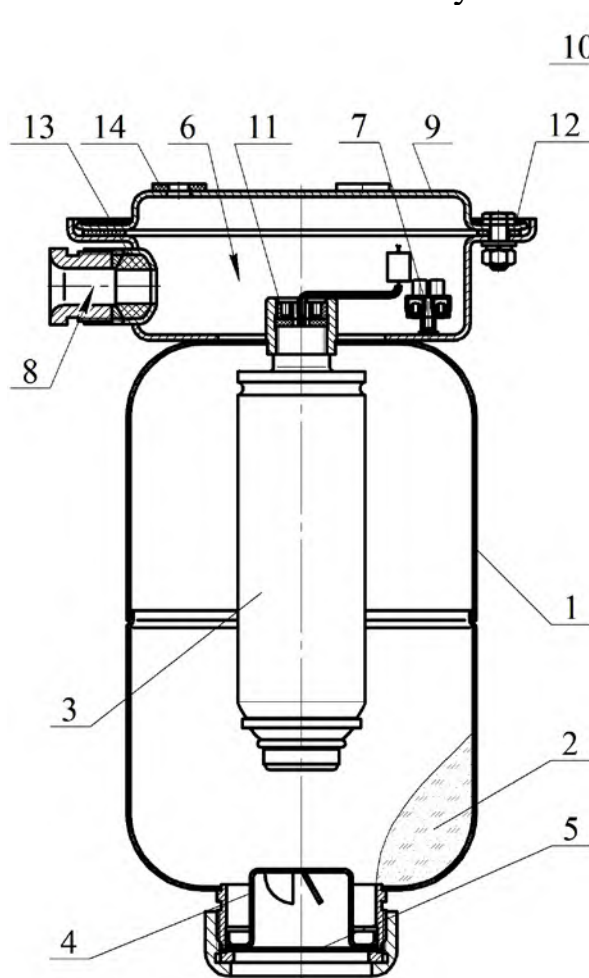
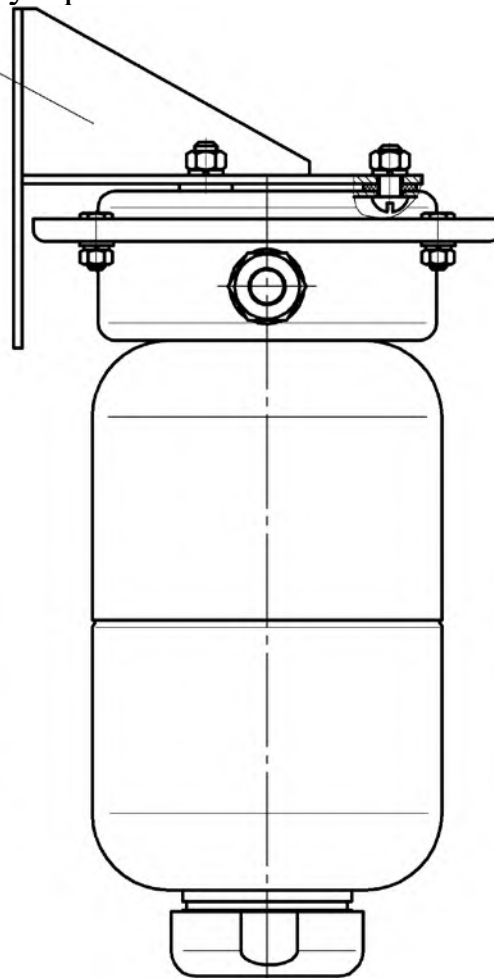

Рисунок 1
Рисунок 2
В верхней части МПП снабжён кронштейном **9** для крепления к потолочному перекрытию (рисунок 1) или закрепленным на кронштейне **9** переходником **10** для крепления к стене (рисунок 2).
2.1.3 Закрепить кронштейн **9** (см. рисунок 1) на потолке или переходник **10** (см. рисунок 2) с кронштейном **9** на стене. Крепление кронштейна **9** к потолку производить через резиновые прокладки **14**. Координаты отверстий в кронштейне, предназначенном для крепления МПП на потолке, приведены на рисунке 4а), в переходнике для крепления на стене – на рисунке 4б).
2.1.4 Через резиновую прокладку **12** (см. рисунок 1) состыковать МПП с кронштейном **9** и закрепить соединение гайками. Соединение кронштейна **9**
МПП с переходником **10** (см. рисунок 2) производить через резиновые прокладки **14**.